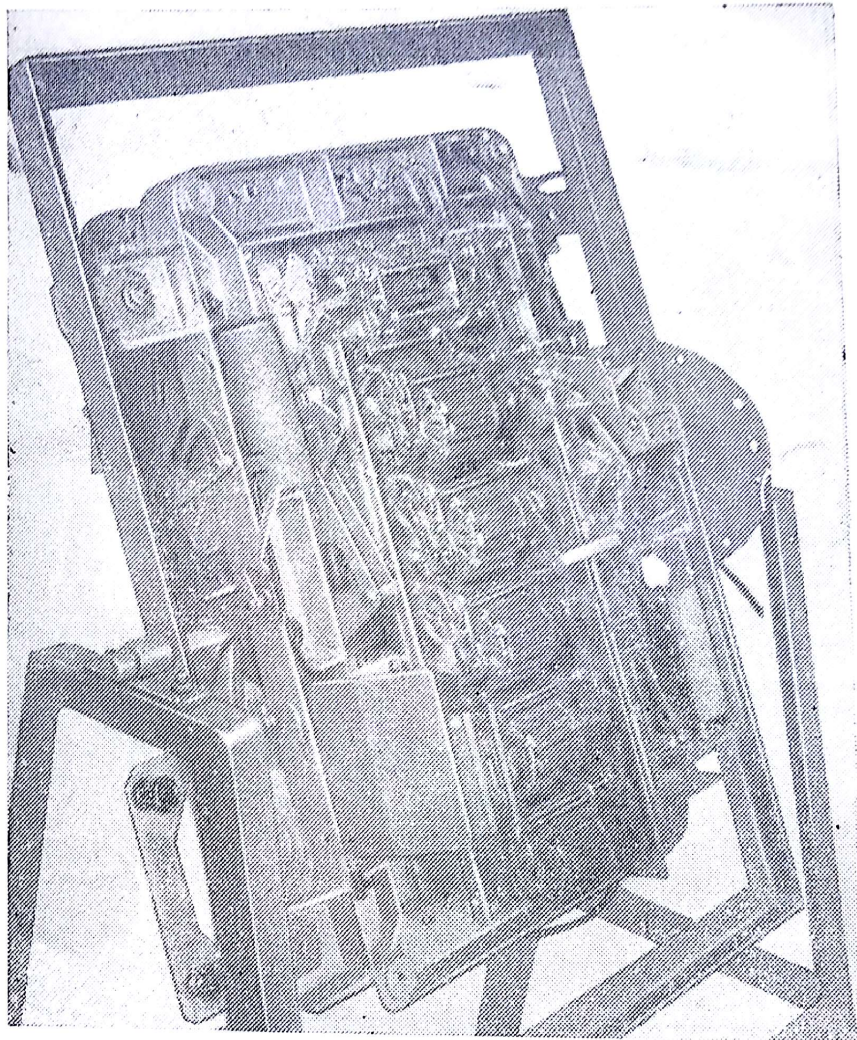

Рис. 82. Машина «Аскота» класса 170/55 на станке для ремонта (вид со стороны накапливающих счетчиков).
**Снятие узла накапливающих счетчиков** (см. рис. 82). Для снятия узла накапливающих счетчиков надо: